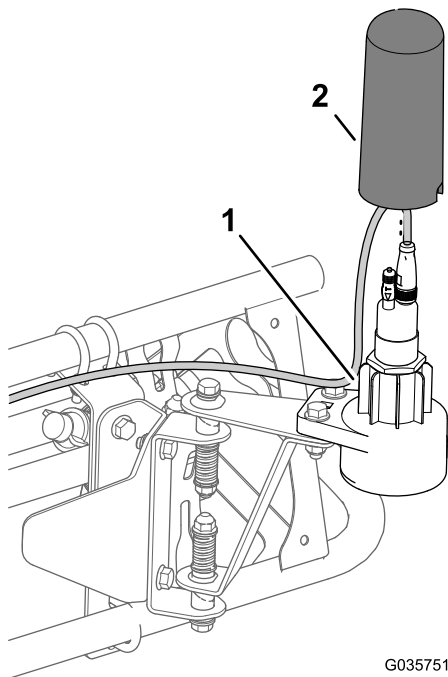

図 24
4. センサーと下側ハウジングとに上側ハウジングを取り付ける 図 24。